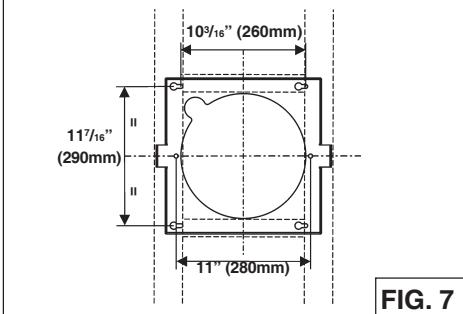

**FIG. 6**
- Ajustar la altura total de el **armazón de soporte** utilizando la tabla de abajo. Suelte y vuelva a apretar los 4 tornillos en las ranuras de ajuste de altura, según sea necesario. Inserte 12 tornillos (3.9x9.5mm) ubicadas en el paquete de hardware (Fig. 6) asegurarse de esto un 4" min. superposición entre las patas de soporte superior e inferior.